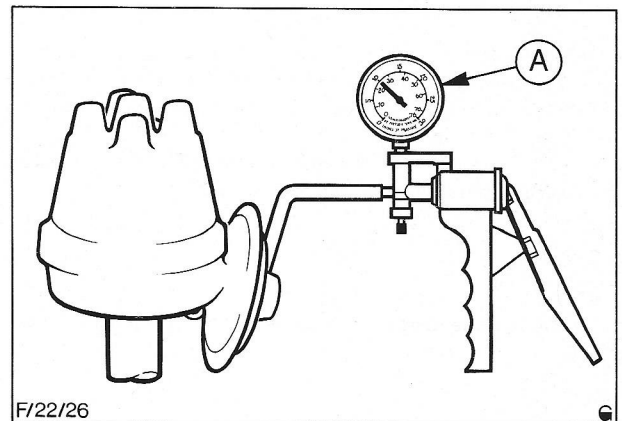

Fig. 40 Handbediende vacuümpomp op stroomverdelers aangesloten
- i. Sluit de vacuümpomp direct aan op de stroomverdelers, zie Fig. 40.